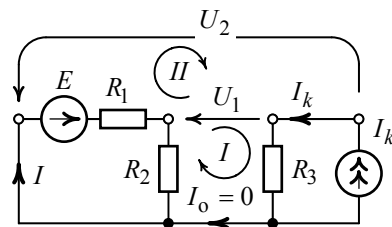

Рис. 2.12
1. Выполним замену приборов с учетом их внутренних сопротивлений (рис. 2.12) и обозначим токи ветвей.
2. Показание амперметра  $A_1$  равно значению тока  $I$  (рис. 2.12)
4. Показание вольтметра  $V_1$  определим из выражения, записанного по второму закону Кирхгофа для замкнутого контура  $I$  (рис. 2.12):
5. Показание вольтметра  $V_2$  определим по выражению, записанному по второму закону Кирхгофа для замкнутого контура  $II$  (рис. 2.12):